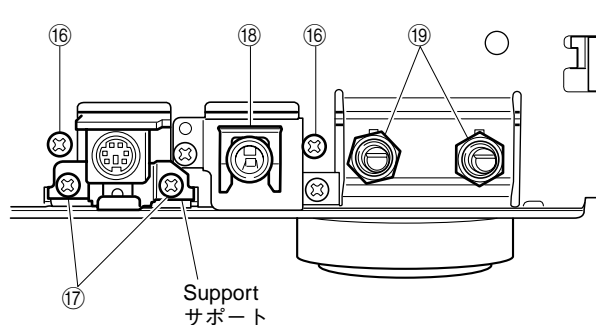

Fig. 16
- k. Remove 2 screws (16). (Fig. 16)
- l. Remove 2 screws (17) and then remove the Support. (Fig. 16)
- m. Remove Stopper (18). (Fig. 16)
- o. Remove 2 nuts (19) and then remove the OPERATION (4) P.C.B. (Fig. 16)
- k. 16のネジ2本を外します。(Fig. 16)
- l. 17のネジ2本を外し、サポートを外します。(Fig. 16)
- m. 18のストッパーを外します。(Fig. 16)
- o. 19のナット2個を外し、OPERATION (4) P.C.B.を外します。(Fig. 16)